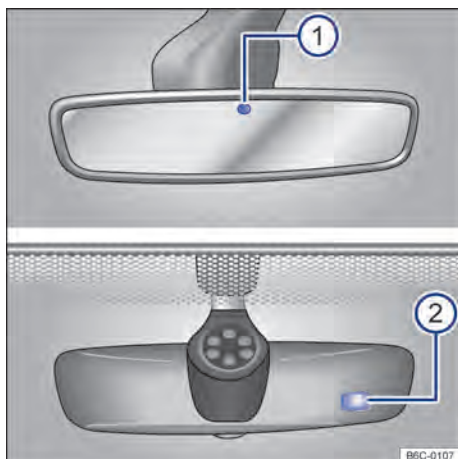

Fig. 76 En el parabrisas: espejo retrovisor interior antideslumbrante automático.
Con el encendido conectado, los sensores miden la incidencia de la luz detrás → fig. 76 ① e por delante ②.